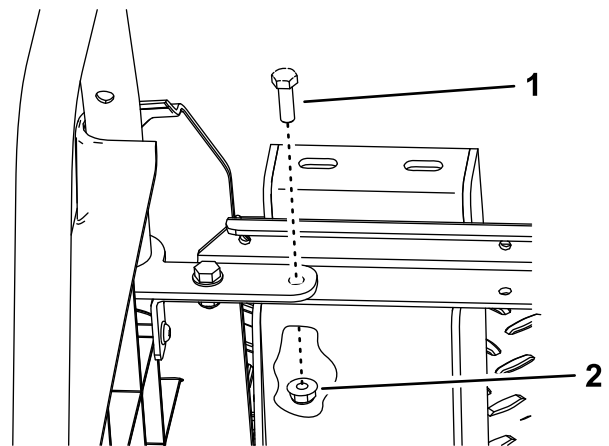

Figura 8
5. Prenda o topo do suporte utilizando um parafuso do kit (5/16 pol. x 1 pol.) e uma porca (5/16 pol.) que guardou no passo 3 do procedimento anterior (Figura 8).
1. Encaminhe a cablagem por trás da cabina e debaixo do banco e prenda o clipe na cablagem ao painel lateral (Figura 8).